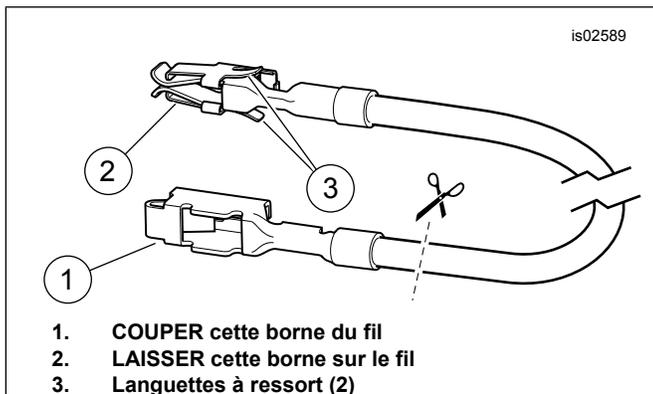

Figure 24. Fil adaptateur de bloc fusibles (Dyna et Softail)
1. Voir Figure 24. la configuration d'épissure « deux en un ». Obtenir un connecteur bout à bout scellé **rouge** (voir Figure 34, article 4) du kit. Épisser le fil noir (13) du kit au fil de masse noir de l'émetteur selon les instructions de l'annexe du manuel d'entretien. Glisser le conduit (10) du kit sur le fil de masse épissé.
4. Sélectionner le plus petit diamètre de la borne circulaire (7) du kit. Sertir la borne circulaire sur le fil noir de l'émetteur selon les instructions du sertisseur Packard dans l'annexe du manuel d'entretien.
6. Voir Figure 24. La configuration d'épissure « un en un ». Obtenir un connecteur bout à bout scellé **bleu** (voir Figure 34, article 5) du kit. Épisser le conducteur d'alimentation du faisceau de l'ouvre-porte de garage au fil adaptateur selon les instructions dans l'annexe du manuel d'entretien.
- Voir Figure 34. Obtenir le fil adaptateur orange/blanc (12) du bloc fusibles dans le kit. Bien noter la borne à chaque extrémité (voir Figure 24). Seule la borne avec les languettes à ressort convient au bloc fusibles. Couper avec soin la borne non utilisée du fil et la mettre de côté.